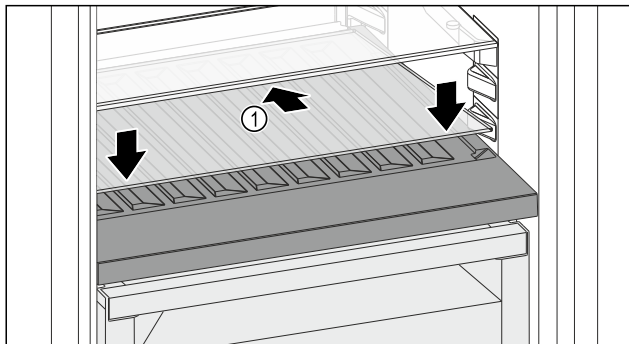

Fig. 158
- Ustawić płytę szklaną Fig. 158 (1) pod ukosem, nachyloną do tyłu w dół.
- Opuścić płytę szklaną Fig. 158 (1) z przodu.